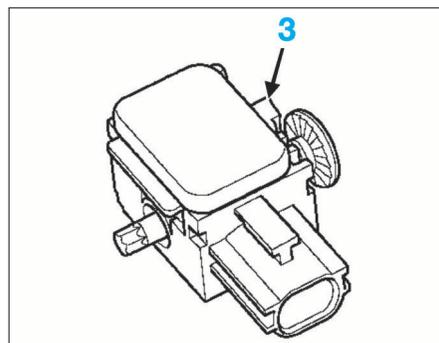

FIG. 16
- positionner le capteur à l'aide de son ergot (3) (Fig.16).